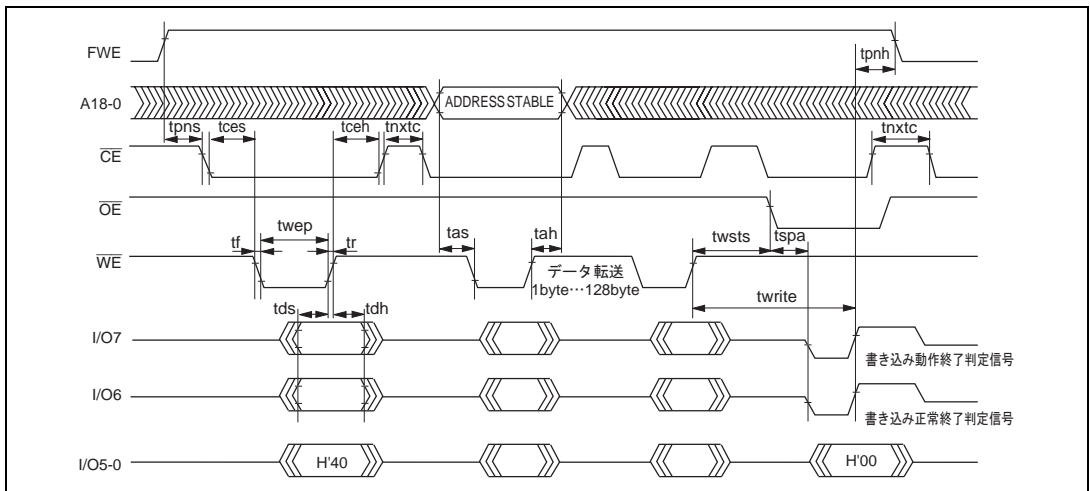

図 19.82 自動書き込みモードのタイミング波形
- (1) 自動書き込みモードでは、128バイト同時書き込みを行います。これは、バイトデータを128回連続で転送してください。
- (2) 128バイト以下の書き込みでも128バイトのデータ転送を行う必要があります。必要ないアドレスへのメモリ書き込みは、データをH'FFにして書き込みを行う必要があります。
- (3) 転送するアドレスの下位7ビットは、ロー状態にしてください。有効アドレス以外を入力した場合は、メモリ書き込み動作に移行しますが、書き込みエラーとなります。
- (4) メモリアドレスの転送は、第2サイクルで行います(図19.82)。第3サイクル以降では転送しないでください。
- (5) 書き込み動作中は、コマンド書き込みを行わないでください。
- (6) 書き込みは、各アドレスの128バイト単位のブロックに対して、1回の自動書き込みで行ってください。すでに書き込まれたアドレスブロックへの2回以上の追加書き込みは行えません。
- (7) 自動書き込み正常終了の確認には、I/O6を調べることにより行います。または、ステータス読み出しモードを使用しても確認することができます(I/O7のステータスポーリングは、自動書き込み動作終了判定用端子です)。
- (8) ステータスポーリングのI/O6、I/O7の情報は、次のコマンド書き込みまで保持されます。次のコマンド書き込みが行われていなければ、 \overline{CE} 、 \overline{OE} をイネーブルにすることにより読み出し可能となります。